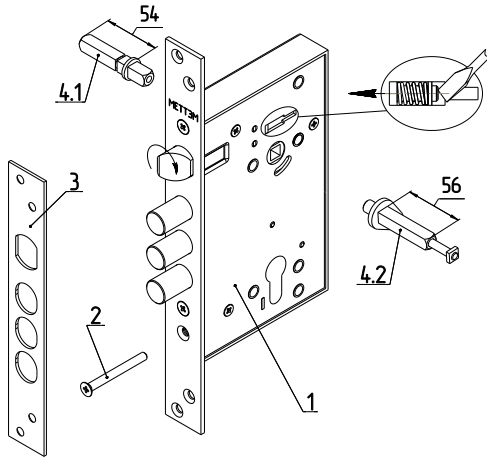

Рис.1
Комплектность замка приведена в таблице и показана на рис. 1.
4.2. Установить, при необходимости, защелку в соответствующее положение для правой или левой двери путем ее выдвигания из корпуса отверткой через паз в крышке замка и разворота на 180° вокруг своей оси (см. рис.1).